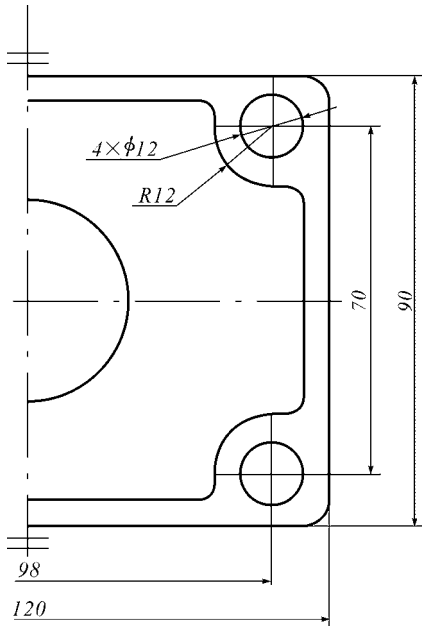

图 1-8 对称标注
(11) 对称图形的尺寸标注方法。当对称机件的图形只画出一半时或略大于一半时,尺寸线应略超过对称中心线或断裂处的边界,此时仅在尺寸线的一端画出箭头,如图 1-8 所示。